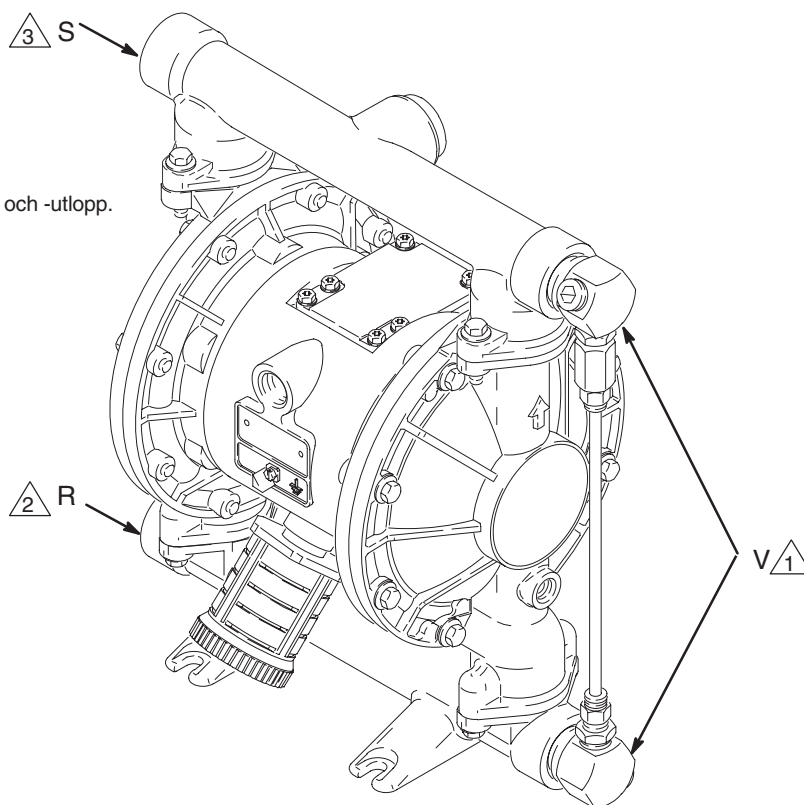

Fig. 7
Tryckavlastningssats för vätska, 235409 (V) finns till aluminumpumpar för att förhindra övertryck så att pump eller slang brister. Se Fig. 7. Satsen innehåller anvisningar.